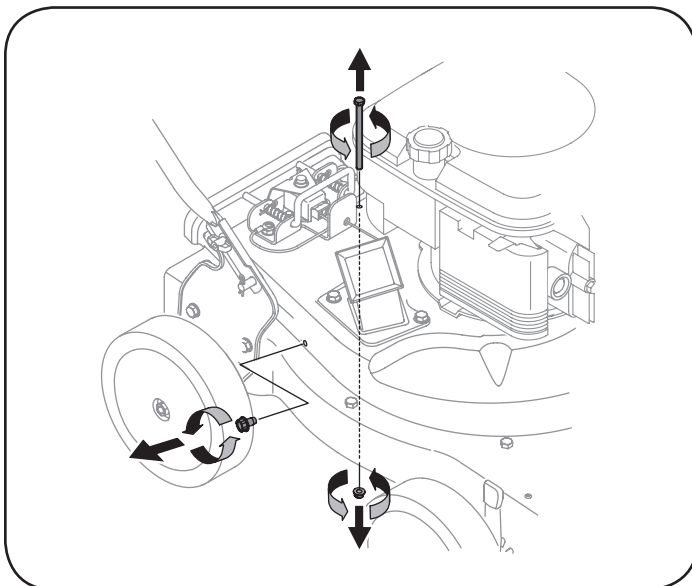

Figura 17
5. Saque el tornillo autosellante del lado derecho de la unidad que se une a la pantalla de desgranado. Vea la Figura 17.